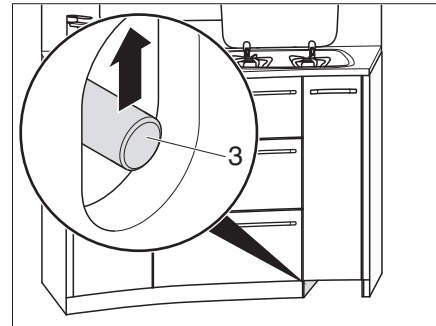

Bild 112 Küchenschubladen entriegeln
- Schubstange (Bild 112,3) nach oben schieben.